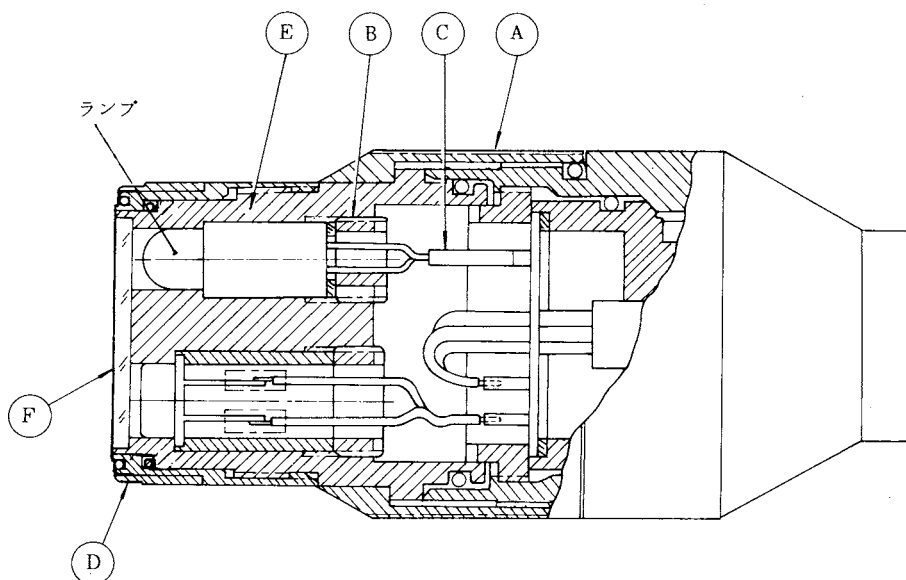

図6.1 W341の構造図
W341の測定面のテフロン膜⑥が破損した場合は、つぎのように交換してください(図6.1参照)。
- (1) W341を洗浄し、水をふき取ります。とくにガラス面の汚れ、水などは完全にふき取ってください。
- (2) ボディ⑥を押え、破損したテフロン膜アセンブリ④を取りはずし、付属の膜アセンブリを取付けます。